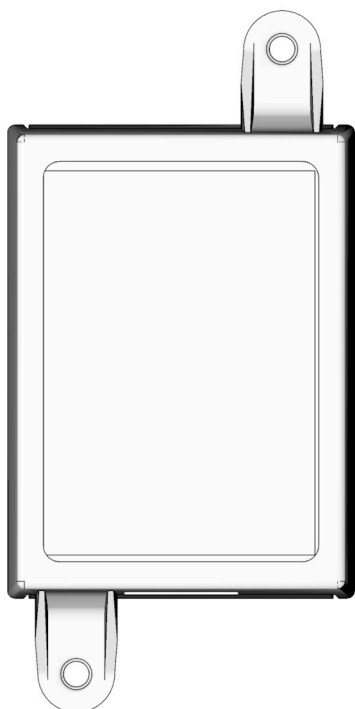

ABB. 3
2. Den Anschlusskasten mit den vorgebohrten Löchern ausrichten (ABB. 3).